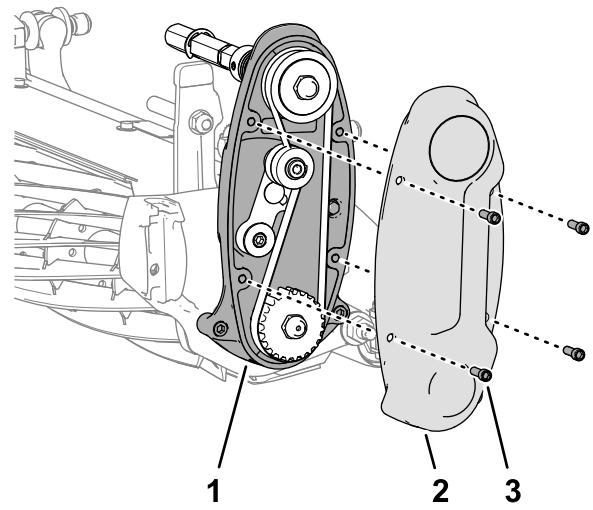

Figure 6
1. Retirez les 4 vis à tête creuse qui fixent le couvercle sur le boîtier d'entraînement du cylindre (Figure 6).